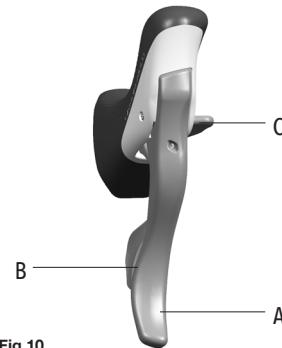

Fig.10
- La leva B (Fig. 10) del comando destro agisce sul cambio facendo salire la catena sul pignone superiore.
- La leva C (Fig. 10) del comando destro agisce sul cambio facendo scendere la catena sul pignone inferiore.
È possibile spostare le leve B e C (Fig. 10) del comando destro di più click consecutivi per far salire (al massimo di 3 pignoni) o scendere (al massimo di 3 pignoni per Ergopower Ultra Shift) la catena con un solo movimento.